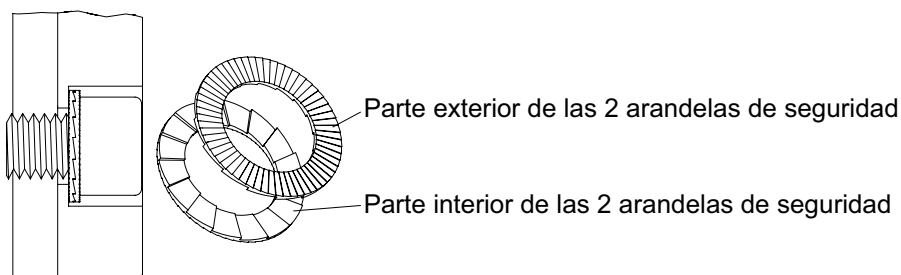

Fig. 17 Posición correcta de las arandelas de seguridad Nord-Lock®
**ATENCIÓN** Tengan cuidado de que la orientación de las arandelas de bloqueo sea la correcta (ver Fig. 17) y de que se aplica el par de apriete prescrito.
2. Coloque la hélice (6).
3. Coloque anillo tórico (5).
4. Inserte la arandela de la hélice (2).
5. Coloque anillo tórico (4).
6. Coloque las arandelas de bloqueo (3) cuidando de que la orientación sea la correcta (ver Fig. 17 Posición correcta de las arandelas de seguridad Nord-Lock®).
7. Coloque y apriete el tornillo de cabeza hueca (1) con un par de apriete de 56 Nm.